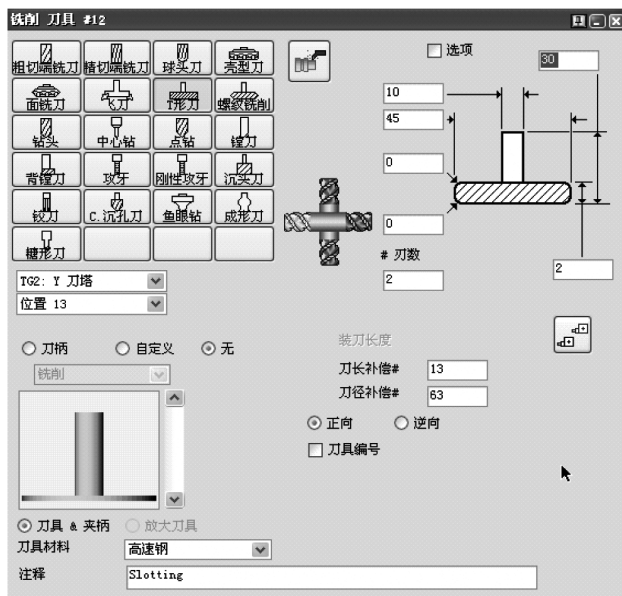

图 5-55 铣削刀具#12
13) 创建如图 5-55 所示的铣削刀具#12。这个刀具将创建沟槽刀用来切削前端 2mm 的槽。